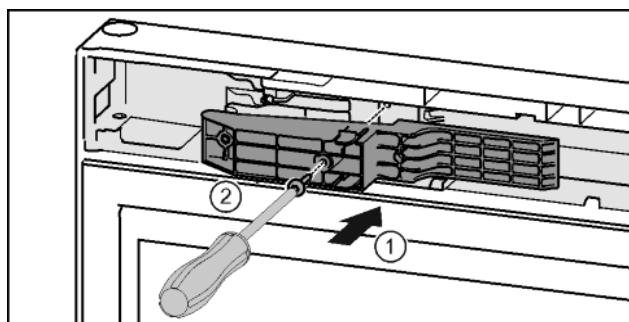

Fig. 47*
- ▶ Włożyć element adaptera w zagłębienie po stronie uchwyty.* Fig. 47 (1)
- ▶ Śruby przykręcić przy pomocy śrubokręta T15.* Fig. 47 (2)